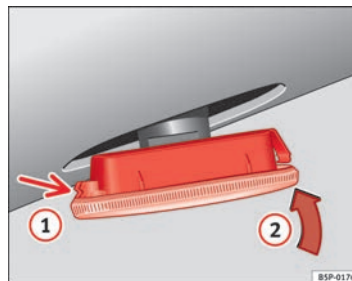

Fig. 165 Intermitentes laterales
- Coloque el intermitente en primer lugar en el orificio de la carrocería, encajando las pestañas ① ⇒ fig. 165, y a continuación encaje la lámpara como indica la flecha ② ⇒ fig. 165. ■